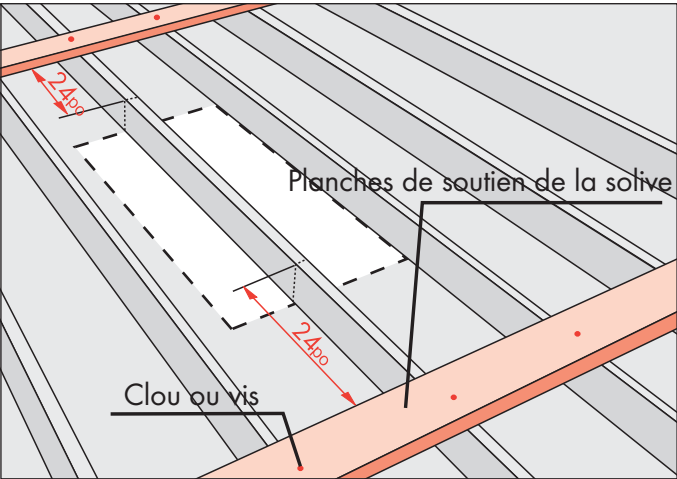

Fig. 10 La ligne pointillée indique l'emplacement choisi.
Coupez deux (2) planches de la taille de la solive de plafond, suffisamment longues pour les clouer à chaque extrémité des solives du plafond de l'ouverture (figure 10). Ces planches vont soutenir les solives qui vont être coupées.
Placez ces planches à environ 61 cm (2 pi) du bord de l'ouverture (figure 10).